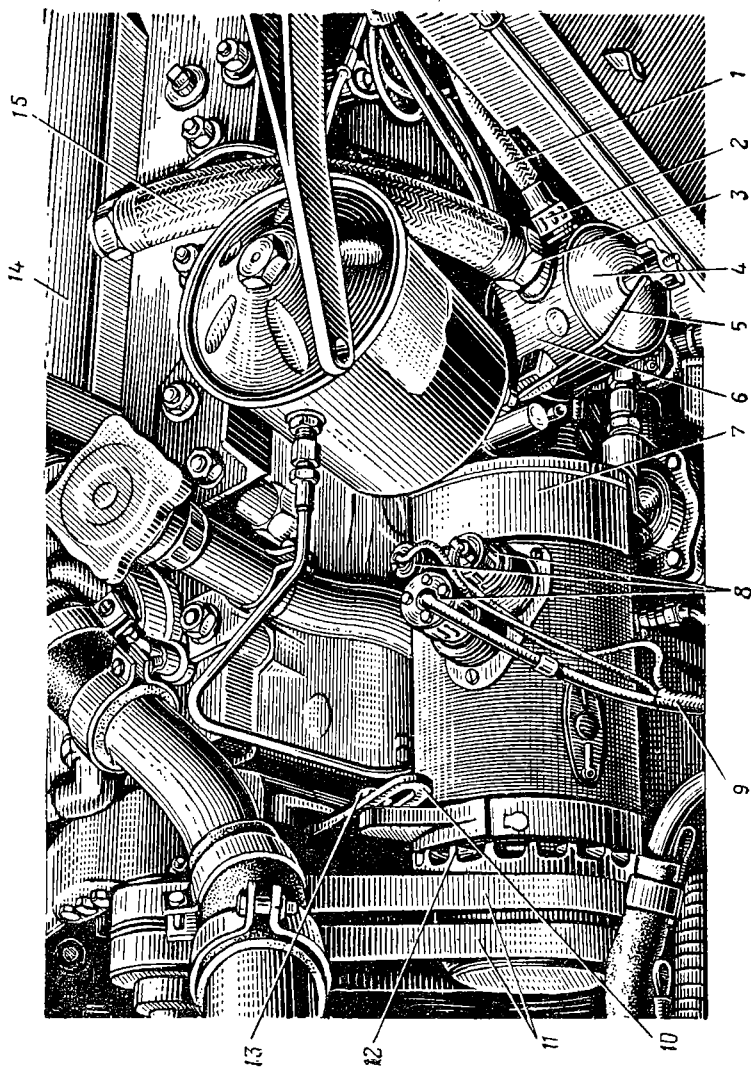

Рис. 71. Установка генератора и распределителя:
2. Расшплинтовать, отвернуть накидные гайки 8 (рис. 71) проводов 9 и вынуть вилки проводов из гнезд штепсельных разъемов.
2. Установить генератор 7 (рис. 71) в сборе с кронштейном на блок цилиндров двигателя и закрепить болтами с пружинными шайбами.
7. Зашплинтовать накидные гайки 8 (рис. 71) проволокой.
2. Откинуть скобу 5 (рис. 71) и снять крышку 4 экрана распределителя.
1. Снять крышку 14 (рис. 71) кожуха экранировки свечей и отсоединить провод высокого напряжения от свечи первого цилиндра (считая от радиатора).